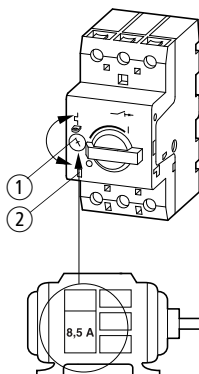

Abbildung 1: Motorschutzschalter PKZM0/XTPR...BC1
Die PKZM0/XTPR...BC1 werden mit Hilfe einer Stromeinstellscheibe ① (→ Abb. 1 auf Seite 8) auf den Motornennstrom eingestellt.
Durch eine zusätzliche Testeinrichtung ② (→ Abb. 1 auf Seite 8) kann die Funktionstüchtigkeit des Schalters kontrolliert werden.